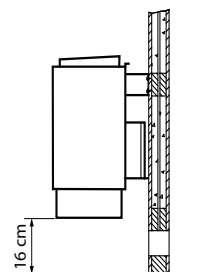

Рис. 6
4. Подвесьте печь сауны приемными шлицами задней стенки на кронштейн и плотно придвиньте ее к дистанционному держателю (рис. 6).